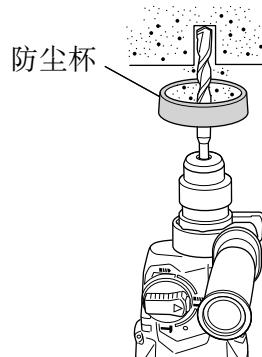
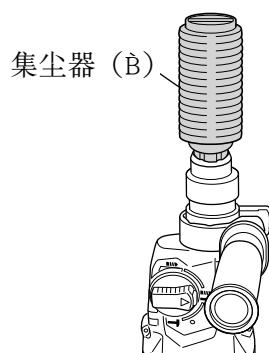

图 9
图 10
4. 安装集尘杯和集尘器 (B) (选购附件) (图 9、图 10)
请按照图 9 所示方法,将集尘杯装在钻头上使用。使用粗径钻头时,请用本电动锤钻将集尘杯的中心孔开大。
使用集尘器 (B) 时,请将集尘器 (B) 与夹卡上的槽对准后,将集尘器 (B) 从钻头的顶端插进去(图 10)。